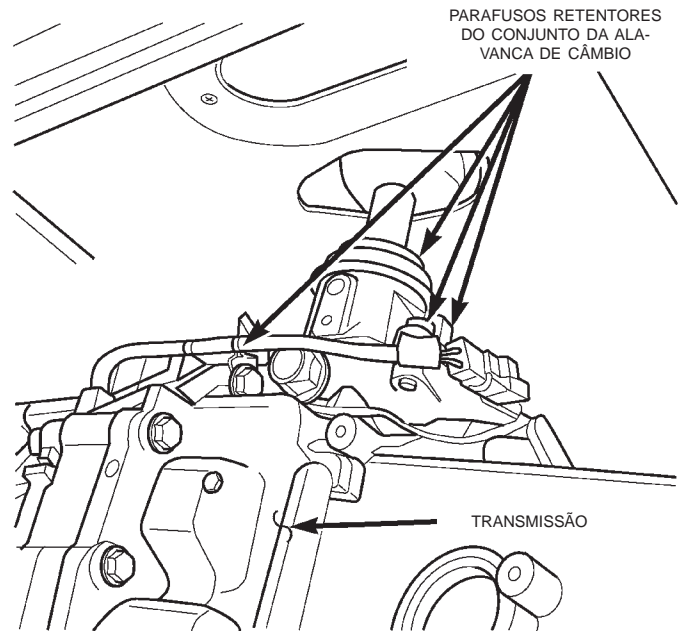

Fig. 24 Parafusos Retentores da Alavanca de Câmbio
(6) Instale o sensor de falha na ignição na carcaça em forma de sino da embreagem. Aperte os parafusos com um torque de 27 N·m (20 pés-lb.).
(7) Instale o câmbio na transmissão (Fig. 24). Aperte os parafusos com um torque de 27 N·m (20 pés-lb.).
(8) Conecte toda a fiação à transmissão na posição original.
(9) Suspenda o conjunto da transmissão o suficiente para posicionar a barra transversal do suporte traseiro.
(10) Instale a barra transversal do suporte da transmissão. Aperte os parafusos com um torque de 65 N·m (48 pés-lb.).
(11) Instale o suporte da linha de combustível na barra transversal do suporte da transmissão.
(12) Instale na barra transversal do suporte da transmissão, as 4 porcas retentoras do suporte da